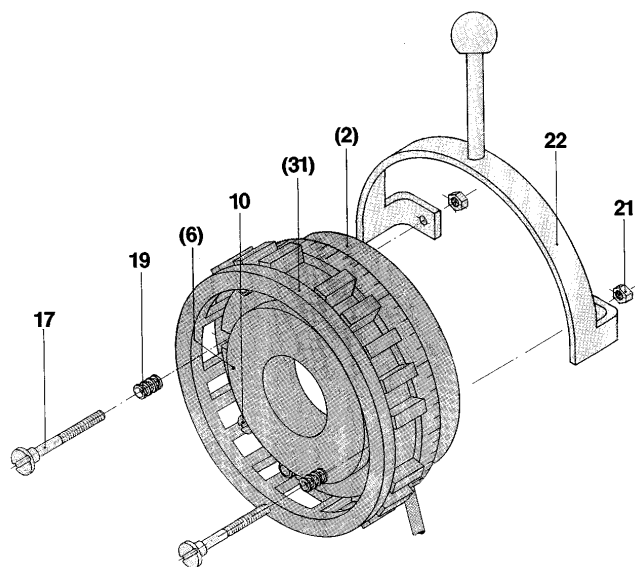

Fig. 3
- ❑ Les vis de transport (10), fig. 3, servent à maintenir l'ensemble du frein pendant le transport et ne conditionnent pas son fonctionnement. Elles ne doivent pas être retirées pendant le montage